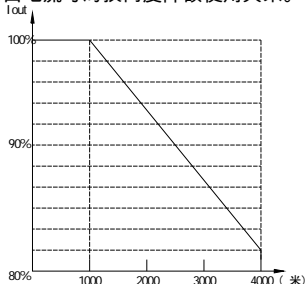

图 1-3 变频器额定输出电流与海拔高度降额使用关系
1.3.13 在海拔超过 1000 米的地区，由于空气稀薄而使变频器散热效率降低，需降额使用。下图 1-3 所示为变频器额定输出电流与海拔高度降额使用关系。